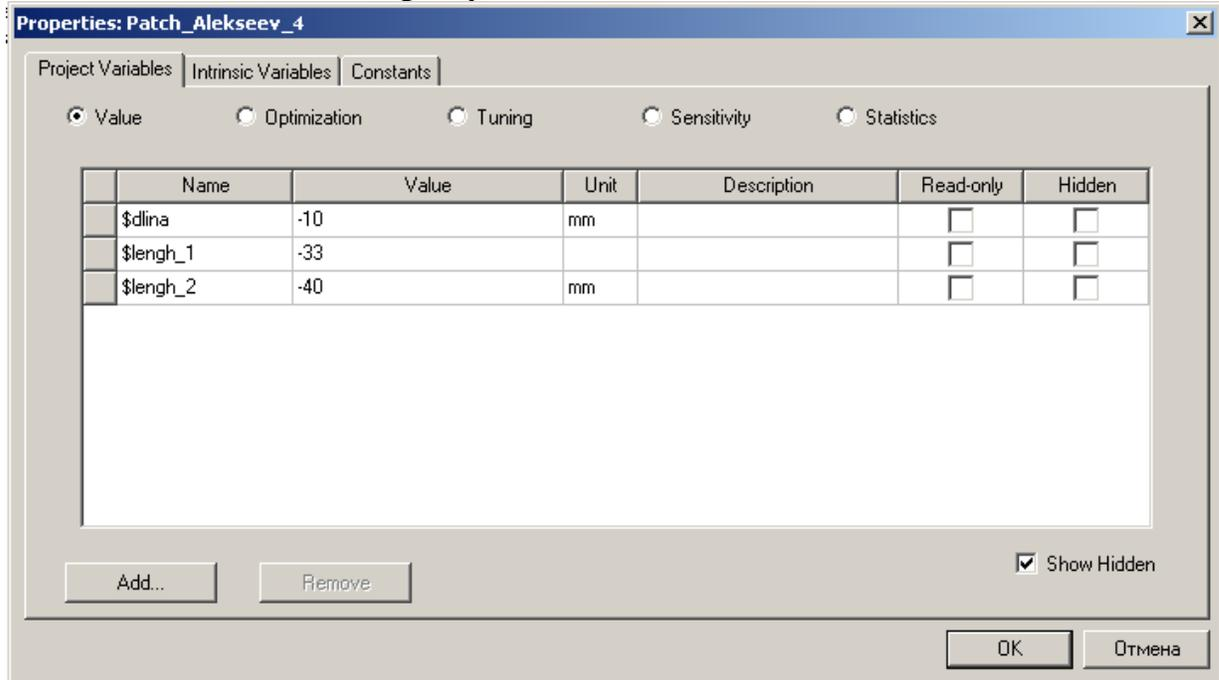

Рис. 2.1. Список переменных в окне свойств проекта
2. В закладке **Project Variables** нажмите **Add** (рис. 2.1). Появляется диалоговое окно **Add Property**.